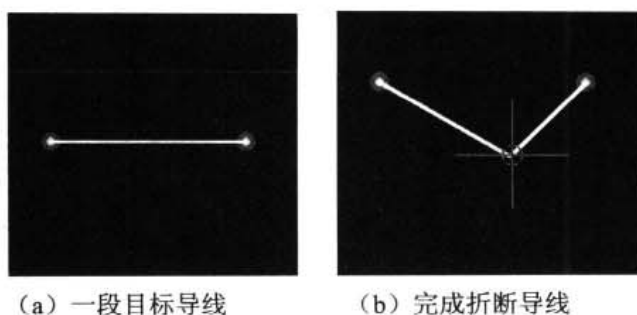

图 10-55 折断导线
- Break Track: 折断导线。该命令与 Re-Route 类似, 不同之处在于该命令仅将导线分为两段, 如图 10-55 所示。